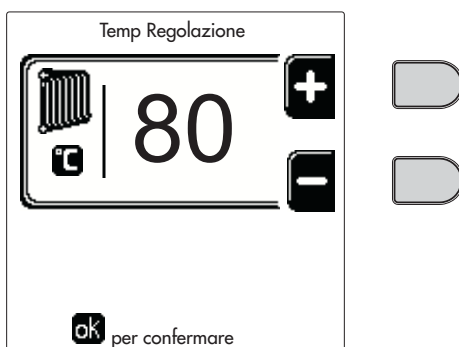

fig. 12
- **ON**. In caso di richiesta Riscaldamento/Sanitario, la caldaia lavora alla Temperatura di Regolazione Riscaldamento/Sanitario (fig. 12/fig. 14) impostata.
-  In caso di richiesta Riscaldamento/Sanitario, la caldaia lavora alla Temperatura di Regolazione Ridotta. La temperatura Ridotta si ottiene sottraendo il valore della Temperatura Regolazione Riduzione (fig. 13/fig. 15) alla Temperatura di Regolazione Riscaldamento/Sanitario (fig. 12/fig. 14) impostata.